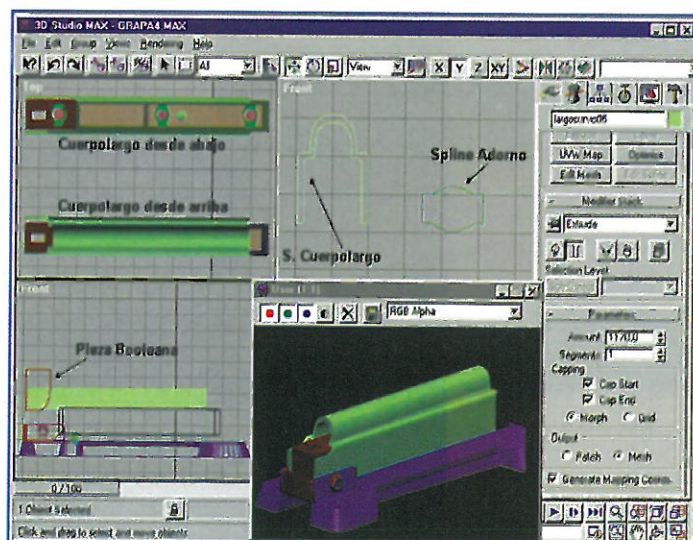

FIGURA 6. LA PIEZA CUERPOLARGO LA MODELAREMOS POR DENTRO Y POR FUERA.
que luego restaríamos del *cuerpo largo* para crear la forma oportuna. En la *figura 6* hemos denominado a esta pieza "*Pieza Booleana*"; la extrudaremos y la dotaremos de al menos 4 o 5 segmentos para asegurarnos del éxito de la operación booleana. Dentro de la pieza *cuerpo largo* una vez terminada la operación booleana nos encontramos con un *Box* extrudado que es por donde se deslizan las grapas para llegar hasta el final del *cuerpo*
*largo*. Tan sólo destacamos que este *Box* tendremos que dejarlo hueco puesto que dentro de él aparecen una serie de pequeñas piezas que hemos copiado del modelo original. Una de las piezas que van dentro de este cuerpo largo es un *spline* (*fig. 6 - Spline Adorno*) que extrudamos con *Bevel* para darle forma redondeada. En la vista *Top* de la *figura 6* podemos ver dos imágenes del *cuerpo largo* con todos sus componentes, una vista desde arriba y otra desde abajo para que puedan apreciar los detalles que hemos ido incorporando dentro del *Box* que anteriormente habíamos extrudado.